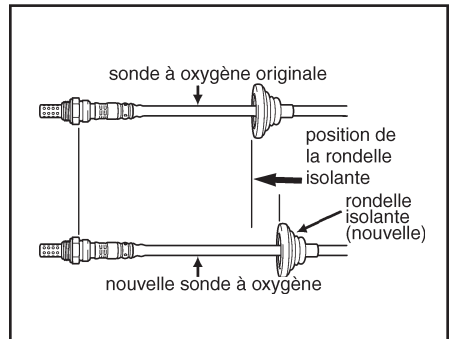

fig. 1
- En partant de l'extrémité de la sonde, comparer et placer la nouvelle rondelle isolante de la sonde à oxygène au même emplacement que sur la sonde à oxygène initiale (voir fig.1).